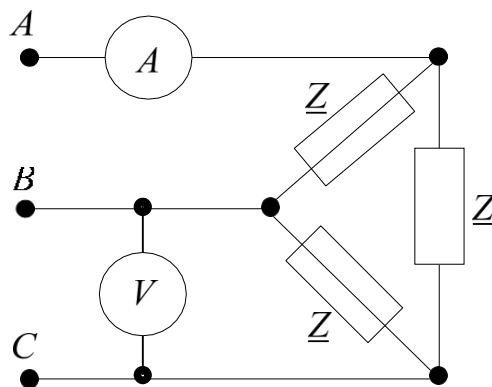

Рис. 3.1. Расчетная схема
**Задача 3.1.** К симметричному трехфазному генератору с линейным напряжением, измеряемым вольтметром  $\dot{U}_\Pi = 127 \text{ В}$  подключена симметричная нагрузка  $\underline{Z} = 10 \cdot e^{j30^\circ}, \text{ Ом}$ , соединенная треугольником (рис. 3.1). Определить ток амперметра.
**Задача 3.3.** В симметричной трехфазной цепи (рис. 3.1) с активной нагрузкой известно линейное напряжение  $U_{\text{л}} = 100 \text{ В}$  и сопротивление каждой фазы  $\underline{Z} = (5 + j8,66)$ , Ом. Показание второго ваттметра. Определить показания первого  $W_1$  и второго  $W_2$  ваттметров, полную мощность цепи.